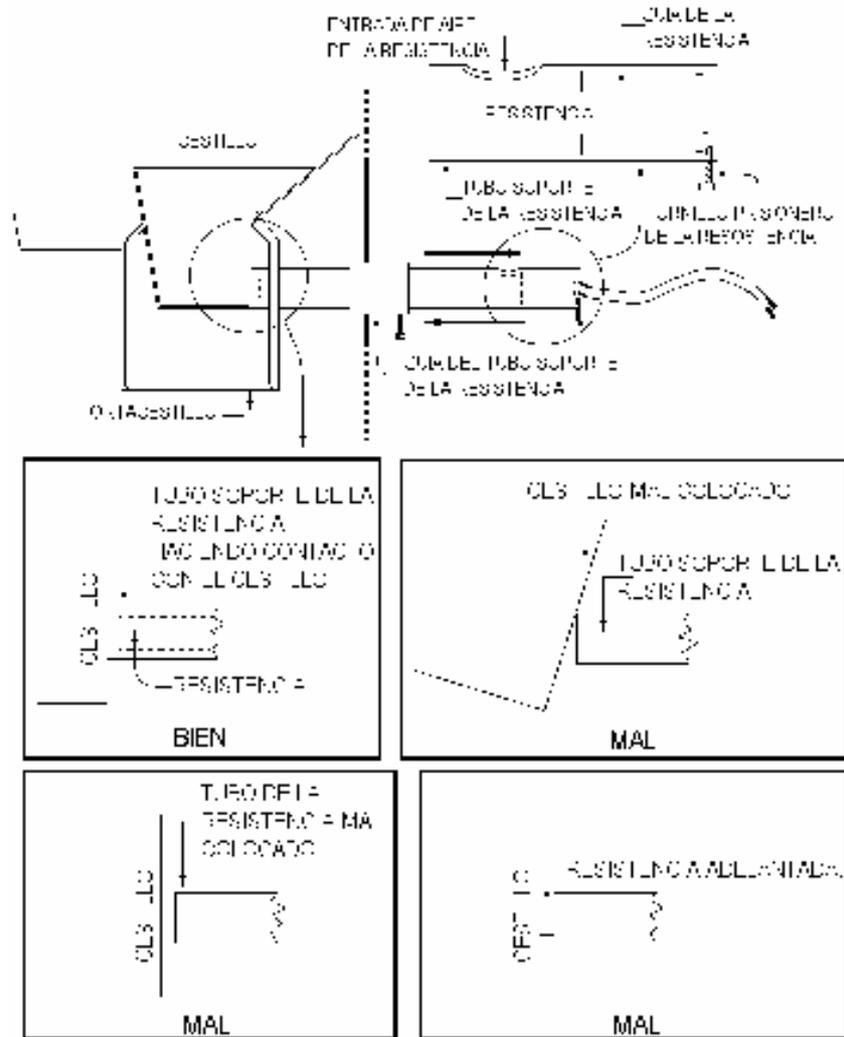

Figura 7
- ✓ Resistencia de encendido desplazada hacia atrás. Compruebe que el tubo de la resistencia está haciendo perfecto contacto con el cestillo perforado, sino fuera así aflojar el tornillo prisionero y desplazar el tubo soporte de la resistencia tal y como indica la figura 7: